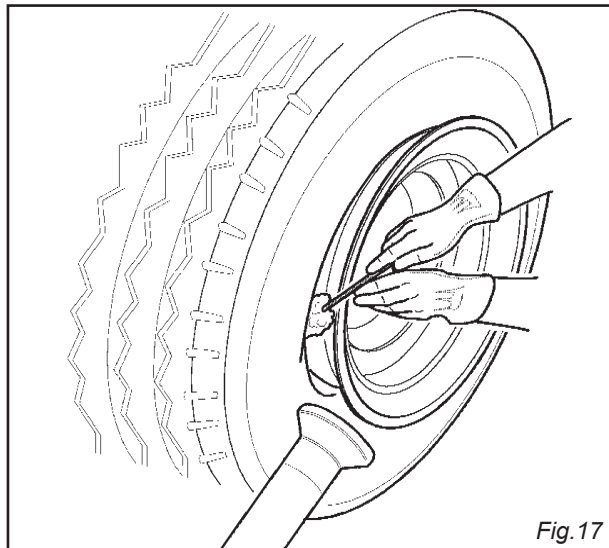

Fig. 17
- 5) Avanzare fino al completo distacco del tallone. Per agevolare l'operazione, con la ruota in movimento, lubrificare il tallone e la balconata del cerchio con l'apposito grasso. (Fig. 17)